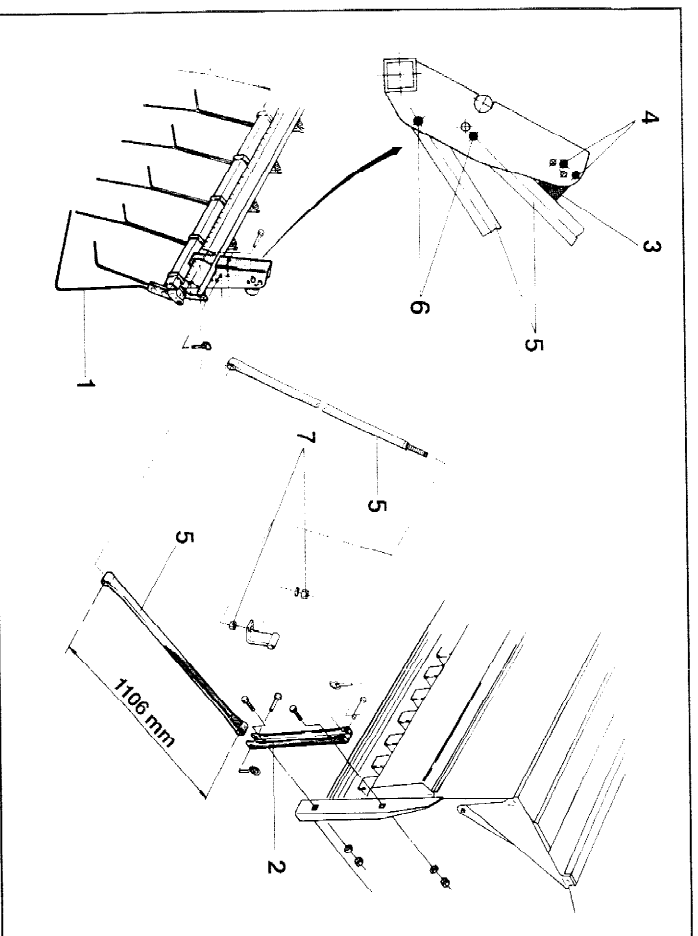
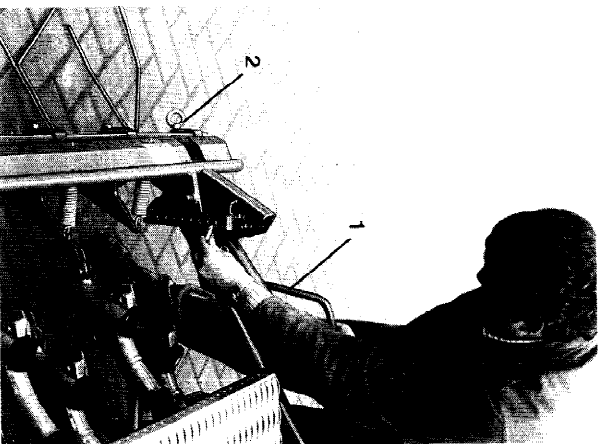

Fig. 60
Fig. 61
Na het uitzaaien wordt het zaad gelijkmatig door de Exakt-egge (fig.60/1) met grond bedekt. De Exakt-egge werkt, zoals de rol-/schijfschaar, ook bij aanwezig zijn van veel organische massa, absoluut verstoppingsvrij.
- Koppelsteun (fig.60/2) in voldoende aantal aan de zaadkast monteren.
- Trillings-demper beproeven (fig.60/3) in de gaten (fig.60/4) van de houder monteren.
- Buishouder (fig.60/5) met pennen aan de houders van de Exaktegge in de gaten (fig.60/6) en aan de koppelsteunen (fig.60/2) koppelen en borgen.
- 1) De V-vormige einden van de Exakt-eggen dient men zo in te stellen, dat ze ongeveer bijna op de grond aanliggen en naar beneden ongeveer 5 tot 8 cm. diepgang hebben. Dit verkrijgt men door het verstellen van de bovenste steunpijp, m.b.v. de kontramoer (fig.60/7).
- 2) De druk met de V-vormige einden waarmee de Exakt-egge op de grond drukt dient men zo in te stellen, dat na de zaadbedekking geen grond-ruggen op het land achter blijven. De verandering van de Exakt-eggedruk gaat m.b.v. een pen, die, zoals in fig.61 getoond, in het verstelssegment in te steken en te borgen is. De afdraaislinger (fig.61/1) hiervoor gebruiken. Ter controle ca. 30 m. op het land rijden, met de rijsnelheid die later tijdens het zaaien, wordt gereden..
Voor het transport over straten dient men de buitenste egge-elementen (fig.60/1), door het losdraaien van de ringbouten (fig.61/2), van de vierkante pijp af te nemen (Afdraaislinger gebruiken), daarmee de toelaatbare transportbreedte niet overschrijdend. Exakt-egge daarna met de verkeers-veiligheidsborden (zie pnt.31) uitvoeren.